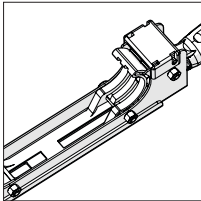

Fig. 9
- Gire el tornillo de ajuste (Fig. 9) en sentido de las agujas del reloj para aumentar la presión de sujeción. Gire el tornillo en sentido contrario a las agujas del reloj para disminuir la presión de sujeción.